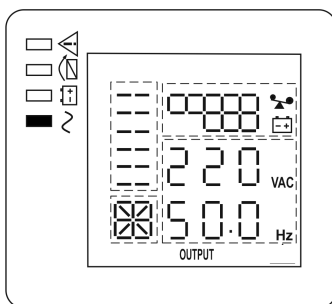

Рисунок 8 — Состояние ЖК-дисплея и индикаторов в режиме «ОСНОВНОЙ» (АКБ и нагрузки подключены).
- Включите изделие комбинацией кнопок  +  (см. п.1 таблицы 2). Изделие выполнит автоматическое самотестирование, определит качество входного сетевого напряжения и уровень нагрузки. Процесс самотестирования сопровождается последовательным включением/выключением всех индикаторов. После самотестирования изделие перейдет в режим «ОСНОВНОЙ» и продолжит заряд АКБ. Индикатор «БАЙПАС» погаснет, а индикатор «ИНВЕРТОР» включится (см. рисунок 8).
- Включите нагрузки. Если нагрузок много, необходимо включать их последовательно, одну за другой, на ЖК-дисплее отобразится уровень нагрузки (см. рисунок 8).
Вновь подать сетевое напряжение. Изделие должно автоматически перейти в режим «ОСНОВНОЙ» (см. рисунок 8), либо в режим «ЭКО», если параметр ECO включён (см. Приложение 2, описание настройки параметров изделия).